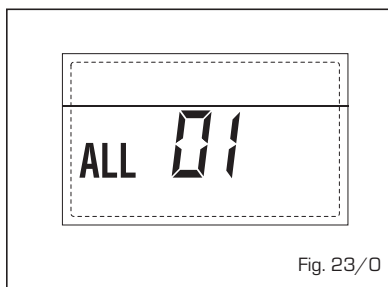

Fig. 23/0
- ANOMALÍA ESCAPE DE HUMO "ALL 01" (fig. 23/0)
- ANOMALÍA BAJA PRESIÓN AGUA "ALL 02" (fig. 23/1)